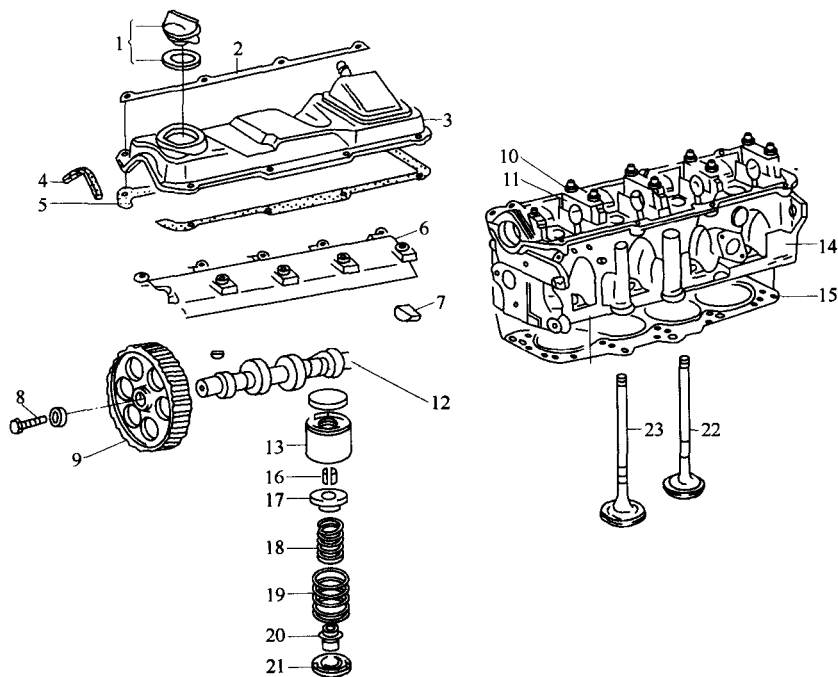

图 2-2 气缸盖分解图
(2) 发动机外部装置的拆卸: 拆卸水泵、发电机、起动机、分电器、燃油泵、机油滤清器座及机油滤清器; 拆卸化油器、进、排气歧管。
(3) 气缸盖及配气机构的分解: 图 2-2 为气缸